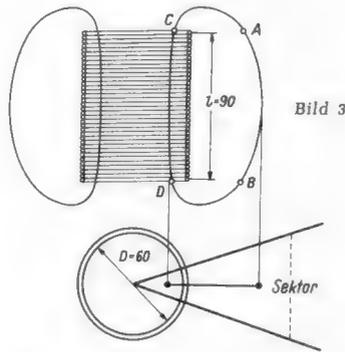

Bild 3
3. Bild 3 zeigt eine Zylinderspule mit einem Wicklungs-Innendurchmesser D von 60 mm und einer Wicklungslänge l von 90 mm. In Bild 3 sind zwei Feldlinien eingetragen, die in ihrem Verlauf schätzungsweise jeweils der Mitte eines Feldsektors entsprechen. Das Spulenfeld ist nicht parallel, da der Feldquerschnitt nach außen hin wächst.
Für den Außenraum gelten größere Querschnitte und größere Längen, wobei die Querschnittsvergrößerung bei weitem überwiegt. Nehmen wir von dem in Bild 3 eingetragenen Feldsektor als Querschnitt im Außenraum nur den Abschnitt links von der gestrichelten Linie an, so verhalten sich die Querschnitte innen zu außen wie etwa 1 : 11. Das würde für den im Außenraum zwischen den Punkten A und B vorhandenen Teil des Feldes - umgerechnet auf den Innenquerschnitt - rund ein Zehntel des tatsächlichen Abstandes dieser beiden Punkte bedeuten.